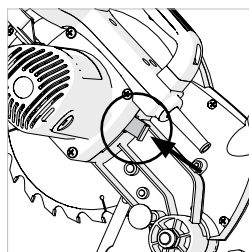

Fig. 26
- Appuyez sur le bouton noir de verrouillage de l'arbre pour verrouiller l'arbre. **(Fig. 26)**